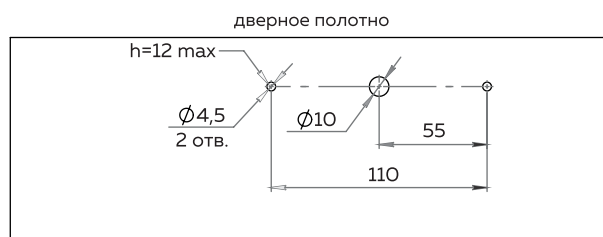

Рисунок 11
- 6 В дверном полотне подготовить отверстия для крепления ответной планки ④, как показано на рис.11.